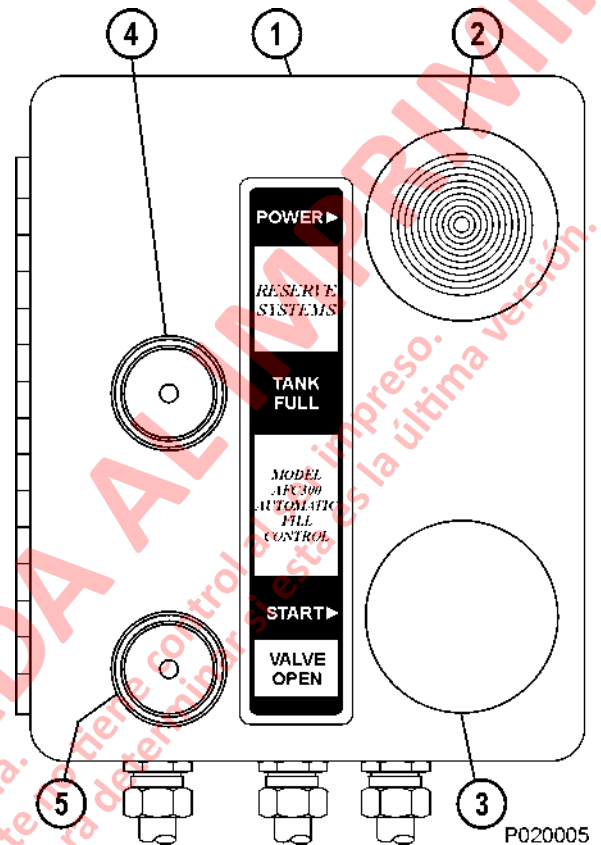

FIGURA 31-3. LLENADO REMOTO DEL ESTANQUE DE ACEITE DE RESERVA
El interruptor del sistema (2, Figura 31-3) es un switch POWER ON PUSH PULL iluminado que acciona el sistema de llenado.
2. Tire el interruptor del sistema (2, Figura 31-3) para accionar el sistema de llenado.
3. Presione el interruptor de partida (3). La luz VÁLVULA ABIERTA (5) se debe encender y el proceso de llenado comenzará.
4. Cuando el estanque esté lleno, la luz VALVULA ABIERTA se apagará y la luz FULL (LENO) (4) se encenderá.
6. Presione y mantenga presionado el interruptor de partida (3) por un par de segundos para aliviar la presión de aceite en el ducto.
8. Presione el interruptor (2) para desconectar el sistema de llenado.